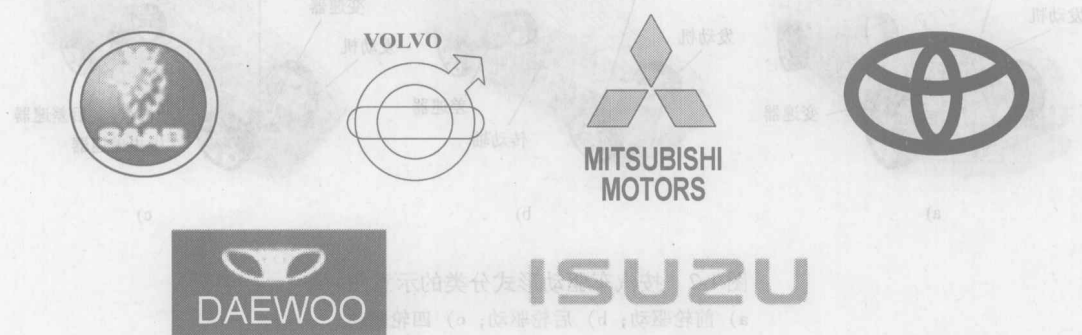

图 1-4 使用 AISIN 自动变速器的车型商标
(1) 日本的 AISIN 公司生产的自动变速器, 主要用于 TOYOTA、MITSUBISHI、VOLVO、DAEWOO、SAAB900、ISUZU 等车型, 各车型的商标如图 1-4 所示。